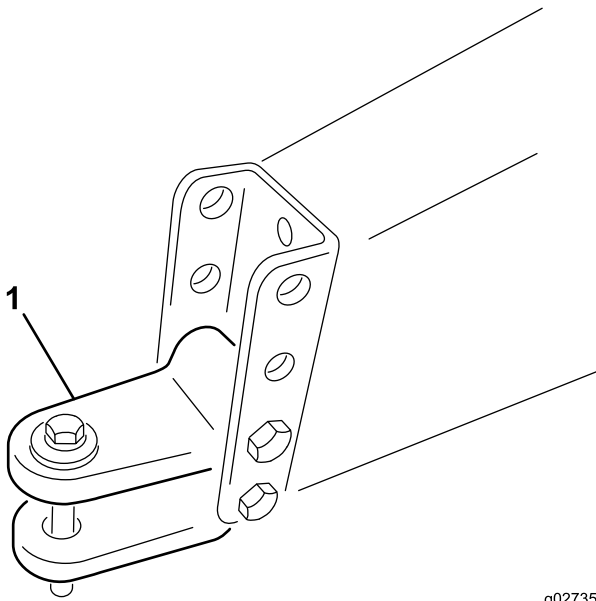

Bild 6
- A. Entfernen Sie die Schrauben und Sicherungsmuttern, mit denen der Gabelkopf der Anbauvorrichtung (Bild 6) am Maschinenrahmen befestigt ist.